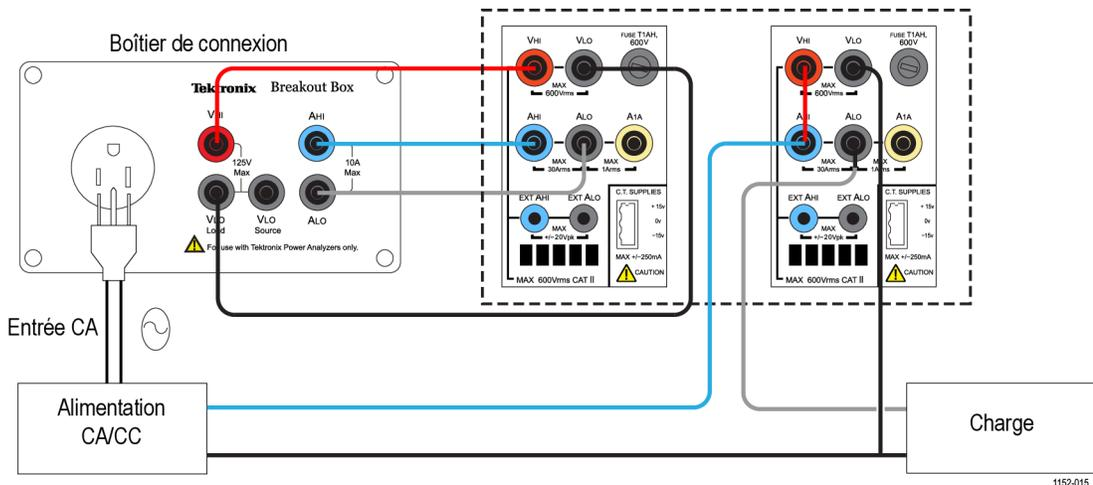

Figure 38 : Mesure du rendement CA/CC - Schéma de câblage
1. Connectez l'entrée CA de l'appareil testé (DUT) à la première voie de l'analyseur PA3000 en utilisant un boîtier de connexion Tektronix (BB1000) (voir le schéma de câblage). (Voir figure 38 à la page 108.)